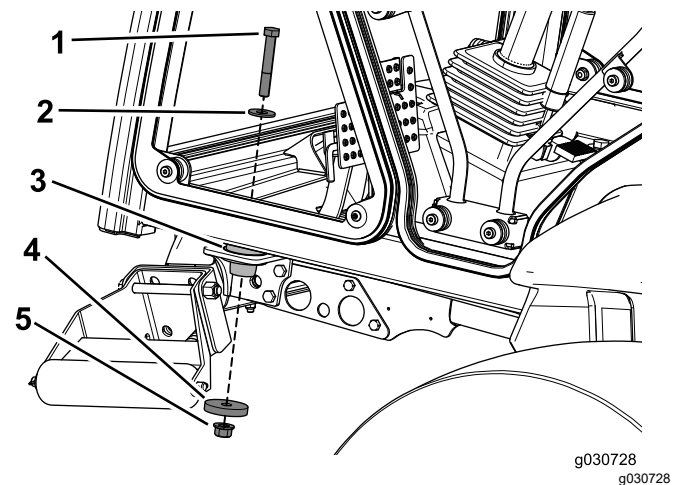

Figura 29
5. Utilice un perno ($\frac{1}{2}$ " x $3\frac{1}{4}$ "), una arandela ($1\frac{3}{8}$ "), una arandela ($2\frac{1}{4}$ ") y una contratuerca ($\frac{1}{2}$ ") para sujetar la cabina a los soportes de montaje delanteros de la máquina (Figura 29).